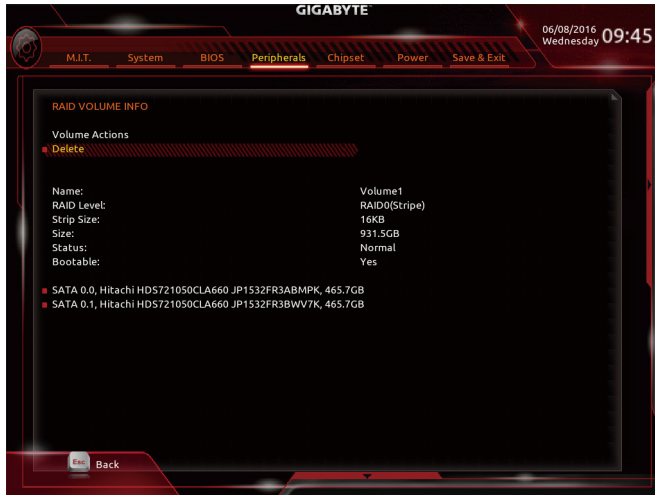

图4
完成后画面将回到「Intel(R) Rapid Storage Technology」画面，即可在「RAID Volumes」处看到建立好的磁盘阵列。若要检视更详细的数据，可在该磁盘阵列上按<Enter>键，即可看到例如磁盘阵列模式、区块大小、磁盘阵列名称及磁盘阵列容量等信息(图4)。